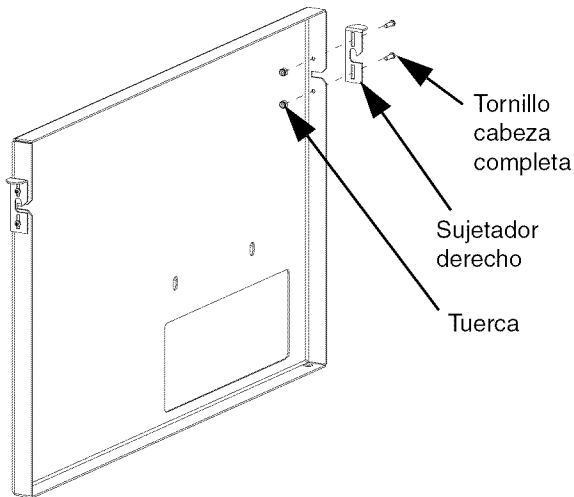

Figura 7
6. Fije el sujetador izquierdo [D] y derecho [E] al contraplato [F] con cuatro tornillos de cabeza completa 10-32 x 5/8 [M] y cuatro tuercas de seguridad Nylock 10-32 [N]. Como se muestra en la Figura 7 en la siguiente página.